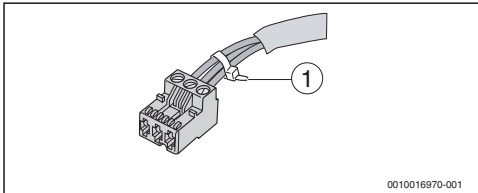

Fig. 47 Fixer les fils
- ▶ Fixer les fils de chaque câble par réciprocité. Ceci peut se faire par une isolation de la douille ou par l'attache de câbles à proximité des bornes de raccordement (→ fig. 47).
- ▶ Fixer les fils de chaque câble par réciprocité. Ceci peut se faire par une isolation de la douille ou par l'attache de câbles à proximité des bornes de raccordement (→ fig. 47, page 52).